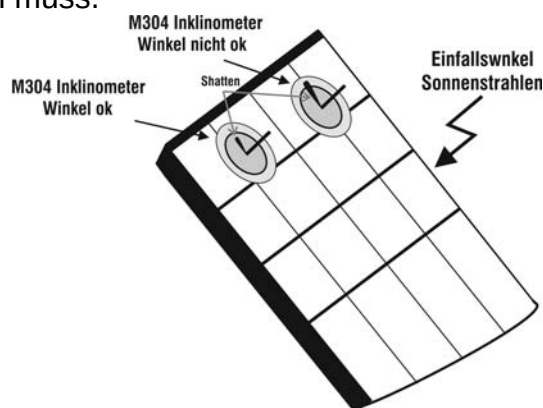

Abb. 10: Positionierung des Neigungsmessers M304
18. Stellen Sie den mitgelieferten Neigungsmesser M304 auf die PV Moduloberfläche. **Überprüfen Sie, ob der Schatten des Messstabs „nicht über den Rand des auf dem Neigungsmesser eingezeichneten Kreises hinausragt“ (Abb. 10). Der Einfallswinkel der Sonnenstrahlen auf die PV Moduloberfläche würde sonst zu flach sein und nicht den normgerechten Testbedingungen der Solarmodul-Hersteller entsprechen. In diesem Fall ist keine Übereinstimmung der Messdaten mit jenen des Herstellers zu erwarten. Die Messungen müssen folglich zu einer anderen Tageszeit vorgenommen bzw. wiederholt werden**